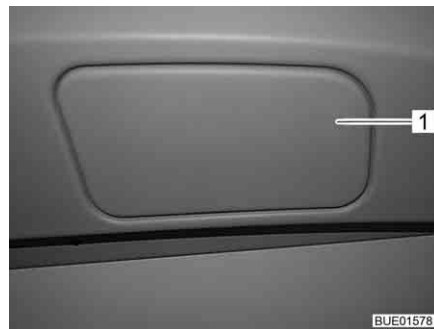
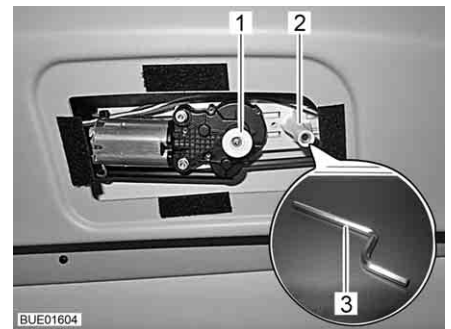

Fig. 35 Recouvrement du dispositif de déverrouillage de secours
Fig. 36 Dispositif de déverrouillage de secours du dispositif occultant du pare-brise
- Soulever le recouvrement (Fig. 35,1) du dispositif de déverrouillage de secours situé dans le plafond de la cabine de conduite avec un objet plat (une pièce de monnaie par ex.).
- Ficher la branche longue de la clé à six pans fournie (Fig. 36,3) dans la réception (Fig. 36,2).
- Appuyer sur le bouton (Fig. 36,1).
- Tirer sur le bouton (Fig. 36,1) et mettre le cache (Fig. 35,1) en place.